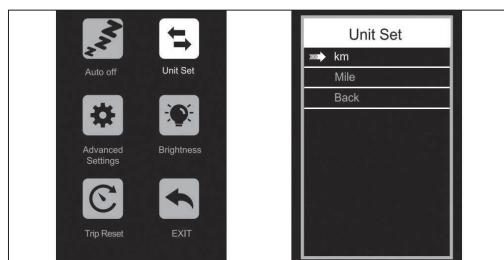

Figura 4-2
- Conjunto de unidad:** Si ingresa a esta configuración, puede ajustar la unidad, como se muestra en la (Figura 4-2).